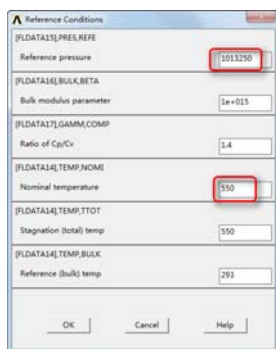

图 6-22 “Reference Conditions”对话框
⑤依次选择 Main Menu→Preprocessor→FLOTRAN Set Up→Flow Environment→Ref Conditions, 会弹出“Reference Conditions”对话框, 如图 6-22 所示。在“Reference pressure”输入框中输入 1013250, 在“Nominal temperature”和“Stagnation (total) temperature”输入框中输入 550, 其他采用默认设置, 单击“OK”按钮关闭该对话框。